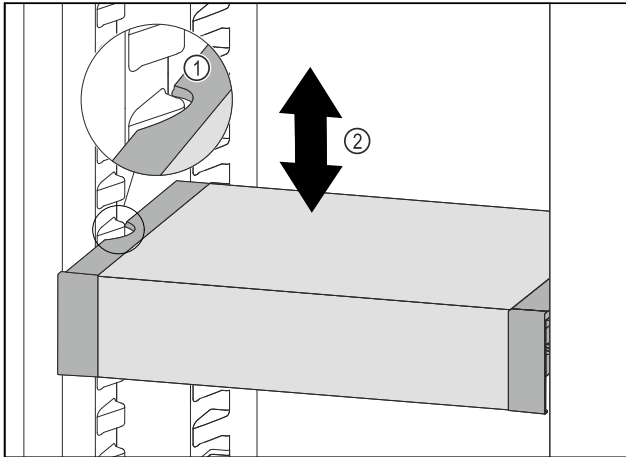

Fig. 102
- VarioSafe nach vorne ziehen, bis sich die seitlichen Aussparungen des VarioSafes auf Höhe der Behälterrippe im Kühlteil befinden. *Fig. 102 (1)*
- VarioSafe im Kühlteil nach oben oder unten bewegen, bis gewünschte Höhe erreicht ist. *Fig. 102 (2)*